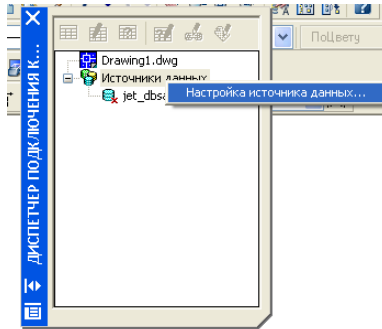

Рис. 12.3 – Контекстное меню Настройка источника данных...
2. В диалоговом окне выделить Источники данных и вызвать контекстное меню (см рис. 12.3).